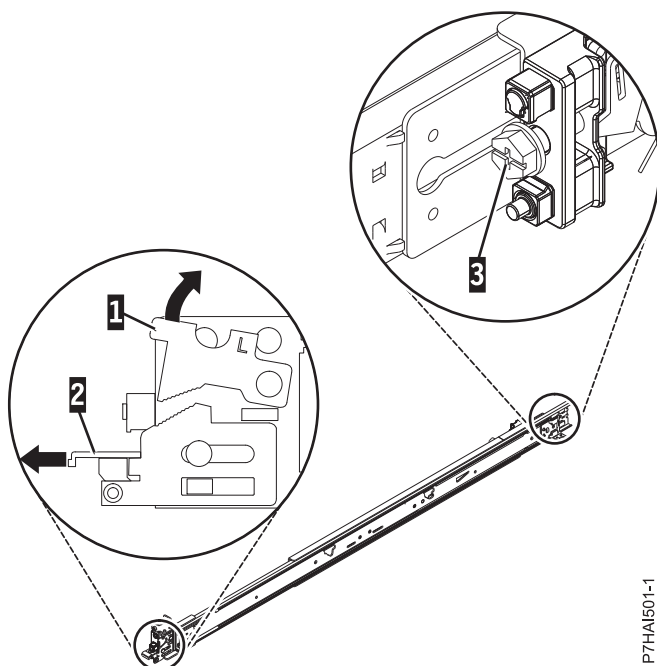

Figure 19. Ouverture du loquet avant et retrait de la vis arrière
2. Poussez vers le haut la languette de verrouillage (1) et tirez sur le loquet avant (2) à l'avant de la glissière. Retirez ensuite la vis à l'arrière de la glissière (3). Pour plus de détails, voir figure 19, à la page 22.